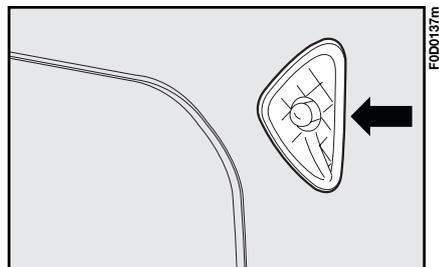

fig. 18
- 1) pousser le transparent dans le sens indiqué **fig. 18**